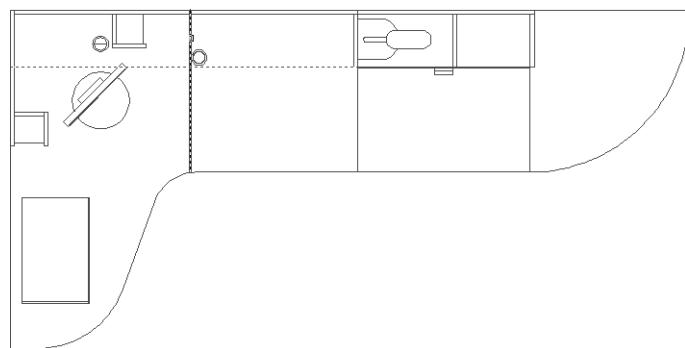

Рис. 6.45 ▼ Горизонтальная линия выбрана для сопряжения – выбор вертикальной линии
15. Обрежьте полученную в п. 14 линию, используя в качестве ограничивающего ребра левую границу контура крышки парты, а затем выполните соединение с радиусом 40 мм оставшейся части горизонтальной линии и вертикальной линии, созданной в п. 13 (рис. 6.45).